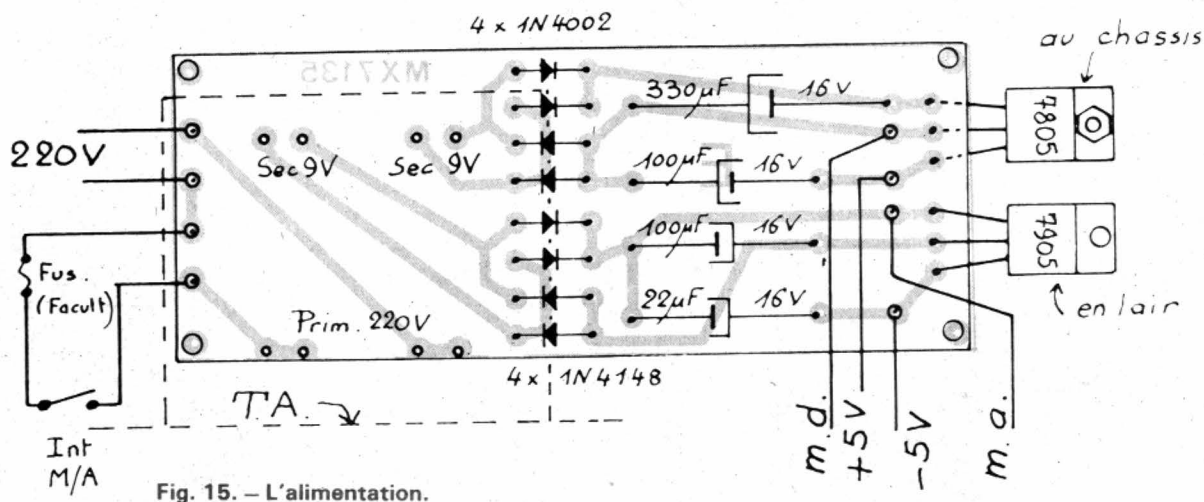

Fig. 15. - L'alimentation.
a) L'alimentation (voir fig. 15)